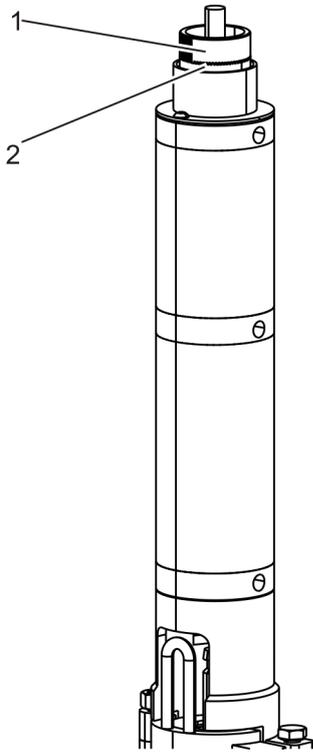

Abb. 39: Einstellung Feinstrom
2. **Obere** Rändelmutter (Abb. 39/1) des Antriebs lösen.
3. Feinstrom durch Drehen der **unteren** Rändelmutter (Abb. 39/2) einstellen.